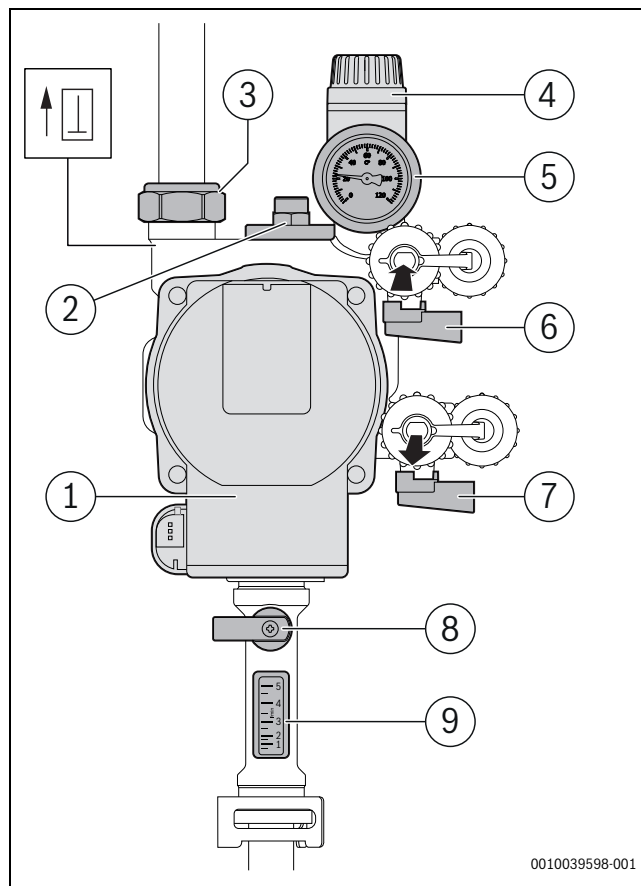
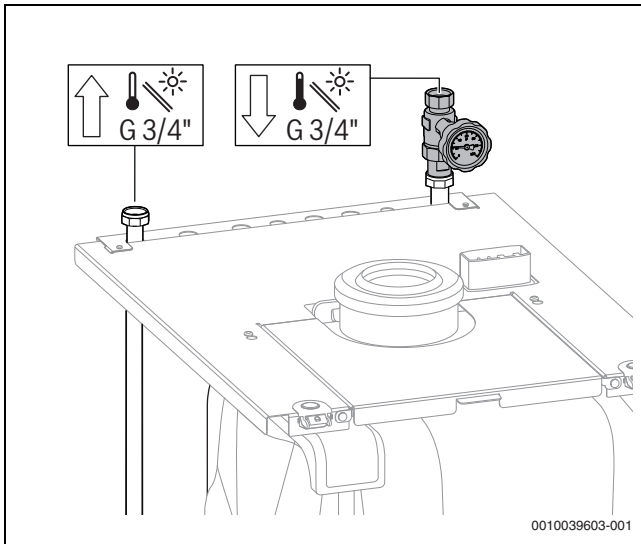

Bild 62 Übersicht Solarstation
Bild 63 Wartungshahn am Solar-Vorlaufrohr
- ▶ Druckseite der Befülleinrichtung an Füll- und Entleerhahn (→ Bild 62, [6]) anschließen.
- ▶ Saugseite der Befülleinrichtung an Füll- und Entleerhahn (→ Bild 62, [7]) anschließen.
- ▶ Füll- und Entleerhähne (→ Bild 62, [6] und [7]) öffnen.
- ▶ Während des Spülens den Füll- und Entleerhahn an der Saugseite (→ Bild 62, [7]) mehrmals kurzzeitig drosseln und anschließend schnell komplett öffnen.
- ▶ Während der Schaltvorgänge den Zeiger des Manometers (→ Bild 62, [5]) an der Solarstation kontrollieren.
- ▶ Solarpumpe ca. 10 Minuten laufen lassen und Umwälzung am Durchflussmesser (→ Bild 62, [9]) prüfen.
- ▶ Solaranlage am automatischen Entlüfter an der Hocheffizienz-Solarpumpe nochmals entlüften (→ Bild 62, [2]) und Betriebsdruck auf 2,5 bar einstellen. Bei Anlagen über 12 m Höhendifferenz Kapitel 15.1.3 auf Seite 104 beachten.
- ▶ Volumenstrom am Durchflussmesser (→ Bild 62, [9]) ablesen.
- ▶ Volumenstrom am Einstellhahn des Durchflussbegrenzers (→ Bild 62, [8]) soweit drosseln, bis der maximale Volumenstrom unterschritten wird.
- ▶ Wartungshahn am Solar-Vorlaufrohr (→ Bild 63) und Einstellhahn des Solar-Durchflussbegrenzers (→ Bild 62, [8], Seite 106) schließen.